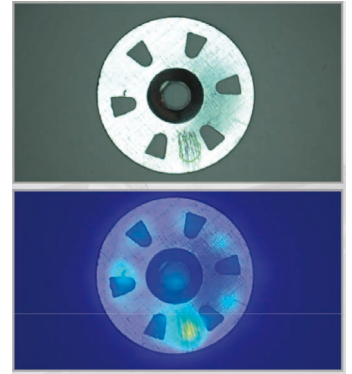

Bild 1: Erkennung von Kratzern mit KI.
- KI ist stark bei der Erkennung unbekannter Fehler (z. B. Kratzer (Bild 1), Risse oder Verschmutzungen), weil sie aus umfangreichen Trainingsdaten lernt.